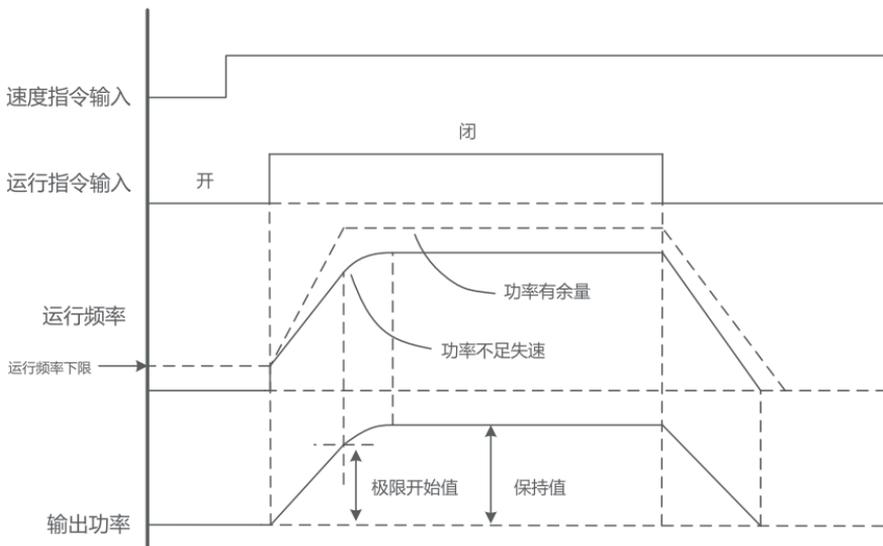

图7-3-7 轻负载增速2功能时序图
变频器在高速恒功率领域自动延长加速速率,或中途停止增速,限制输出功率以调节机械拥有的运行能量,进行机械传动结构保护和最大效率运行。此功能是变频器到达指令的频率指令前,由变频器判断是否加速的功能,在轻负载时按照设定频率指令运行,如图7-3-7。
- (1) 轻负载增速2功能时序图如图7-3-7所示，当系统设定轻载增速2功能有效时，若设定频率大于轻载增速2有效频率，则加速时间为设定值乘以轻载增速2加速时间增益，在整个过程中变频器监视输出功率。
- (2) 电动运行时若输出功率大于轻载增速2电动开始值，则加速速率将进一步缓和，并开始轻载增速2极限时间的计时，此计时在输出功率小于轻载增速2电动开始值时被清除。
- (3) 若输出功率大于轻载增速2电动保持值，或者轻载增速2的计时大于轻载增速2极限时间，则变频器停止增速并维持当前频率继续运行。
- (4) 再生制动时，只有当轻载增速2制动时动作选择=1(有效)时，判定依据替换为轻载增速2制动开始值、轻载增速2制动保持值。
- (5) 当输出功率大于轻载增速2故障检测值时，并且持续时间大于轻载增速2故障检测时间，此时根据轻载增速2故障动作选择的设定来决定变频器的故障状态：报警并自由停止、减速停止或者加速禁止。
- (6) 若设定轻载增速自动速度限制有效，且轻载增速电机特性选择降低电机特性时，在增速区域(输出频率 > 基本频率)时，轻载增速2电动/制动开始值及保持值的设定值会根据输出频率降低，重新计算后的结果为(设定值 * 基本频率 / 输出频率)，此时轻载增速2功能按照设定频率、轻载增速1最高频率中较小的频率指令进行增速运行。